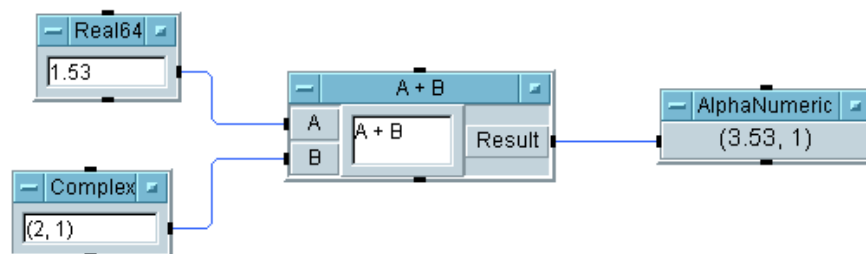

図 2-15. データ型の使用方法
5. [Display] ⇒ [AlphaNumeric] を選択して、AlphaNumeric オブジェクトを追加します。図 2-15 のようにオブジェクトを接続します。Real64 Constant オブジェクトのデータ入力フィールドに数値「1.53」を入力します。また Complex オブジェクトに複素数「(2,1)」を入力します。プログラムを実行すると、図 2-15 のような結果になります。